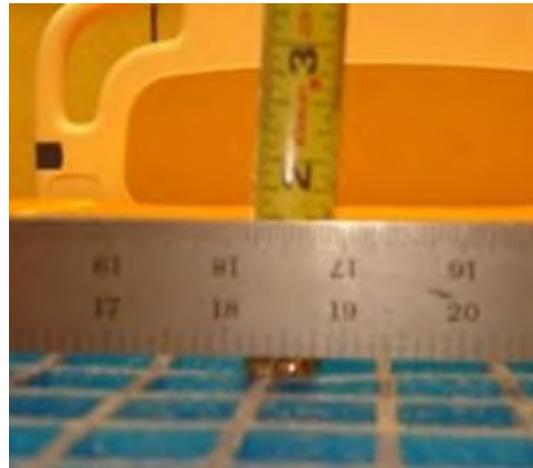

Abbildung 3-4: Messung der maximalen Tiefe
6. Miteinem Maßband den maximalen Abstand (tiefste Stelle) von der Unterkante des Lineals zur Oberseite des Schaumstoffpolsters messen (Abbildung 3-4 auf Seite 3-17).